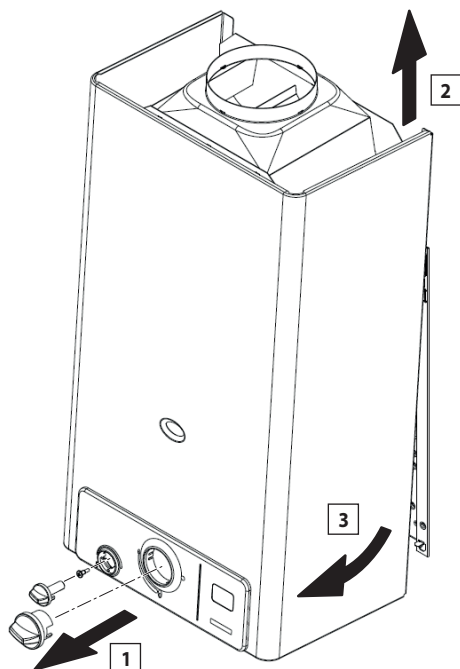

Figura 4.5
- Smontare il rivestimento, come indicato in Figura 4.5.